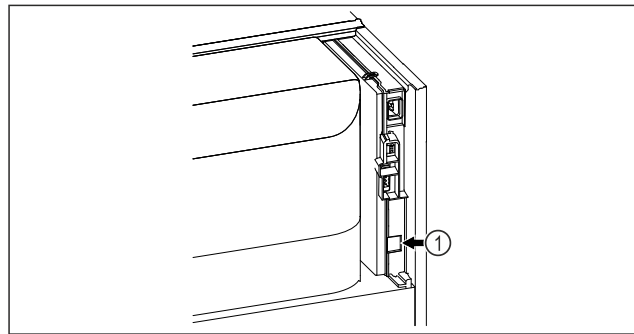

Fig. 92
- Le SmartModule Fig. 92 (1) est installé.